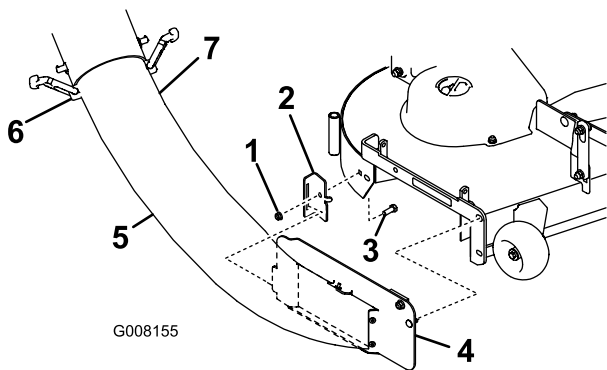

Figura 9
2. Instale el soporte de montaje de la bota en el bastidor de la plataforma usando el perno de cuello cuadrado (5/16 x 3/4 pulgadas) y la contratuera (5/16 pulgada), según se muestra en Figura 9. Puede dejar puesto el soporte si está realizando la conversión al modo de descarga lateral.
3. Inserte la pestaña del conjunto de tubo inferior en el soporte de montaje de la bota, según se muestra en Figura 9.
6. Deslice el tubo superior sobre el tubo inferior y sujete los cierres de goma (Figura 9).
3. Retire el soporte de montaje del ensacador de la plataforma y guarde todos los herrajes (ver Figura 9).